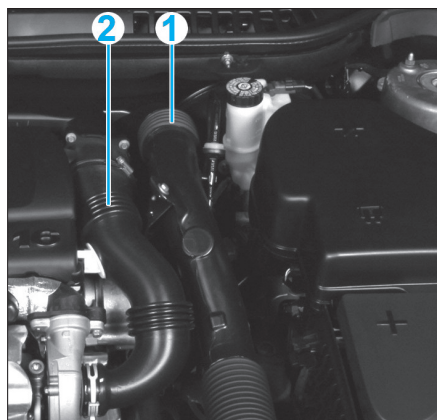

Fig. 48
- les conduits d'air (1) et (2) (Fig.48).